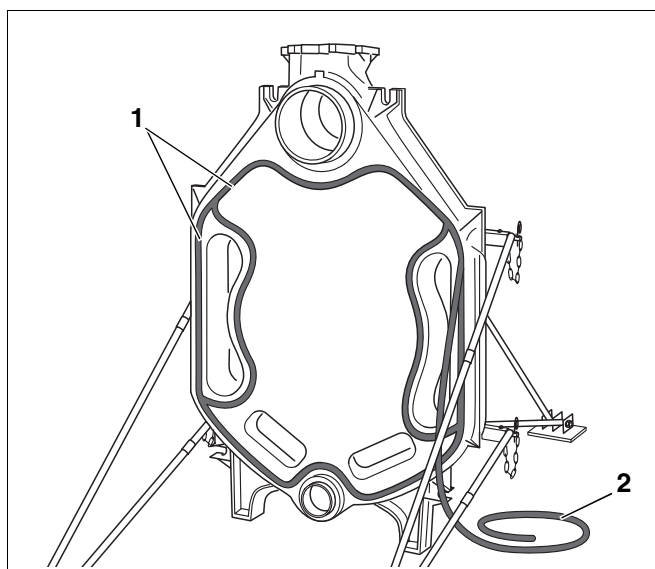

Abb. 16 Dichtschnur (KM-Schnur) einsetzen
- Elastische Dichtschnur (KM-Schnur: Abb. 16, **Pos. 2**) auf der Vorderseite des Hintergliedes, im oberen Nabenbereich beginnend, in die Dichtnuten (Abb. 16, **Pos. 1**) einlegen und leicht andrücken. Die Dichtschnur an den Stößen 2 cm überlappen und gut aneinander drücken.